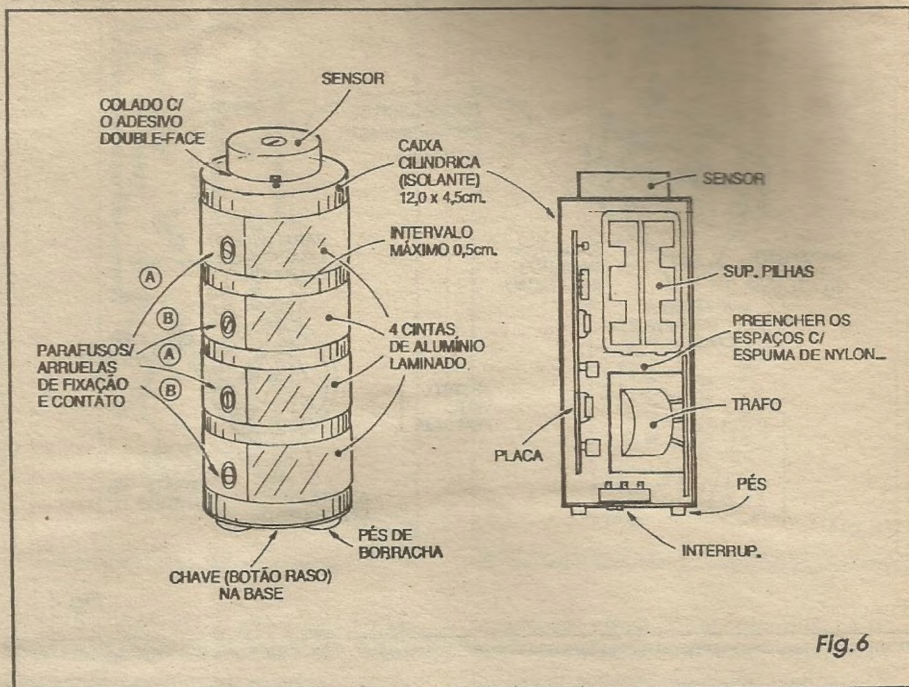

Fig. 6
- FIG. 6 - CONSTRUINDO A ...GARRAFA DO GÊNIO...